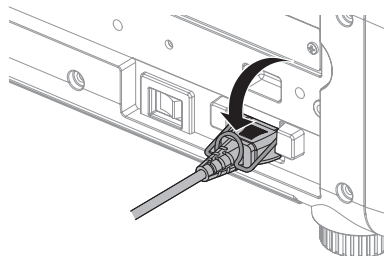

Abb. 3
- 3) Senken Sie die Netz-kabelhalterung. (Abb. 3)